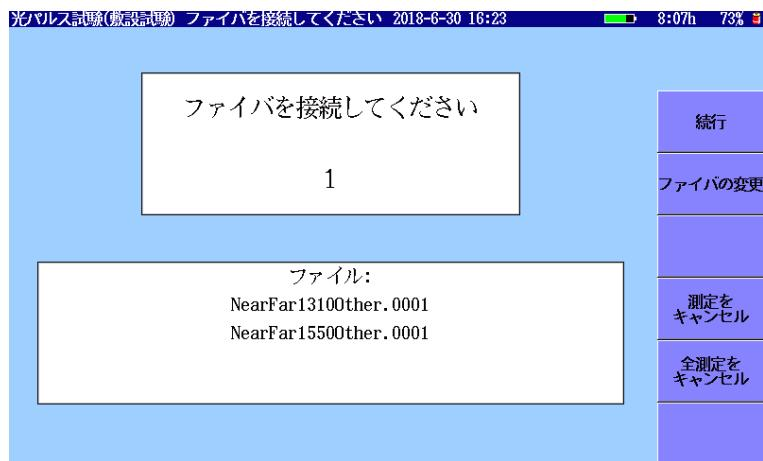

図 6.4-1 ファイバの接続画面
「図 6.4-1 ファイバの接続画面」で【続行】をタッチすると、アクセスマスターは、ファイバの試験を開始します。
6. ソフトキーの [続行] をタッチします。「図 6.4-1 ファイバの接続画面」が表示されます。